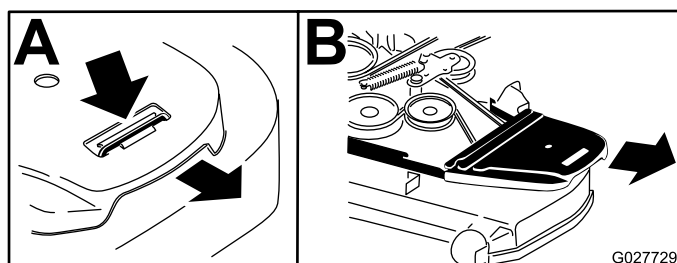

Figura 72
5. Retire la cubierta de plástico de la correa (Figura 72).
6. Retire las cubiertas de la correa (Figura 72).